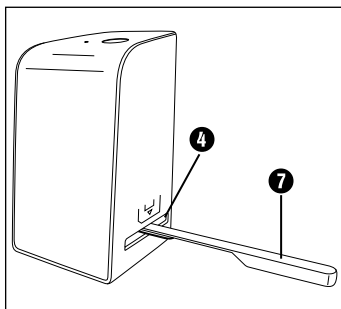

Figura 3
- ◆ Limpe a superfície da iluminação de fundo no interior do aparelho com uma escova de limpeza **7**. Para este fim, introduza a escova de limpeza, com a superfície de limpeza para baixo, na abertura direita **4** (ver figura 3).